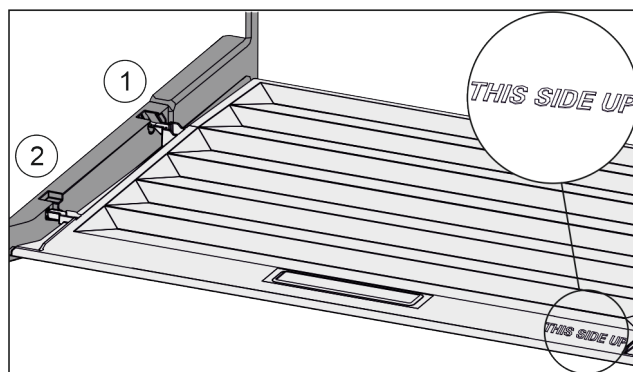

Fig. 32
- ▶ Výstupky víka zaveďte do zadních držáků Fig. 32 (1) a vpředu zaklesněte do držáku Fig. 32 (2).